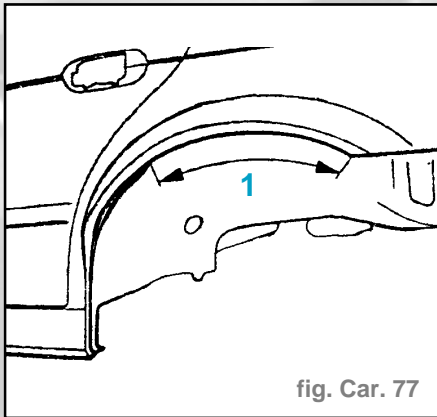

fig. Car. 77
- Réaliser un collet au bord du passage de roue; dans la zone (1) (fig. Car. 77).